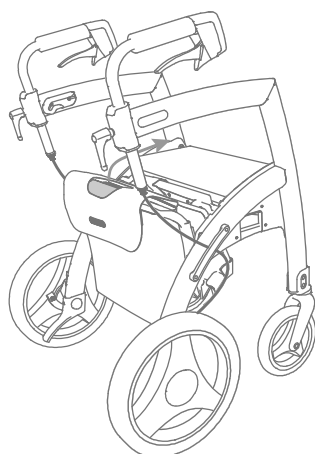

Figure 40: Tirez le dossier vers le haut et vers l'avant.
- b. Pour convertir le déambulateur en fauteuil roulant électrique, le kit doit être tiré vers le haut. Prenez la poignée du kit fauteuil roulant et tirez légèrement vers le haut et vers l'avant jusqu'à la moitié du cadre (**Figure 40**).